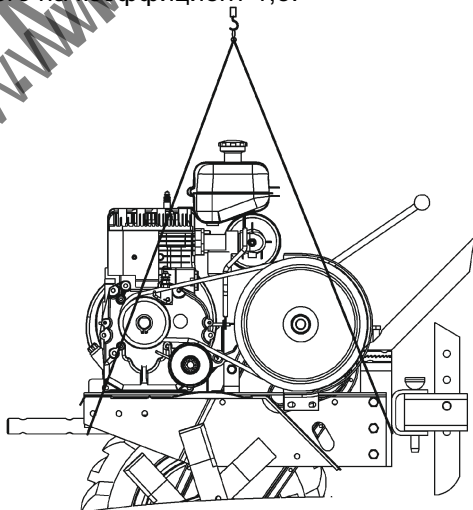

Рис.4. Схема зачаливания мотоблока при погрузке.
31. Строповку мотоблока при погрузо-разгрузочных работах производите согласно схеме (рис.4), прилагаемой к данному Руководству. Грузоподъемность строп выбирается с учетом номинального веса мотоблока умноженного на коэффициент 1,5.